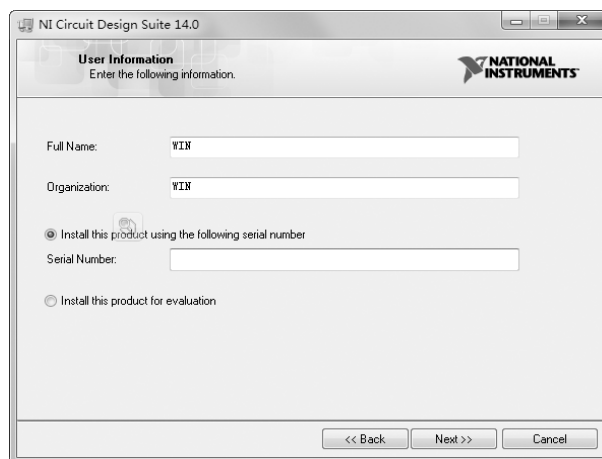
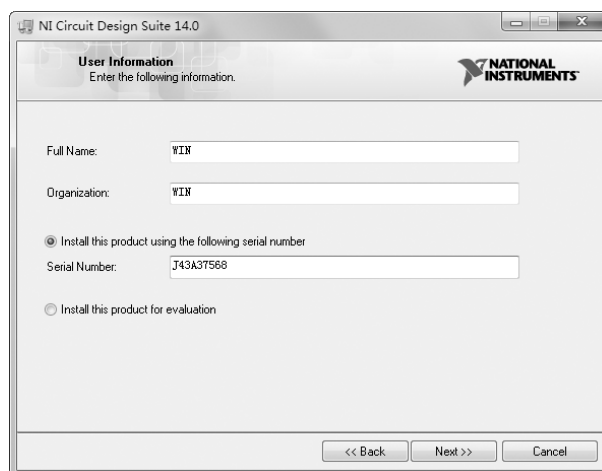

图 1-4 提示输入序列号
图 1-5 输入序列号
- 2) 单击 按钮，显示用户信息，使用默认信息，默认输入用户信息，如图 1-4 所示。
3) 在图 1-4 中 “Serial Number” 文本框中输入序列号，如图 1-5 所示，继续执行安装步骤。